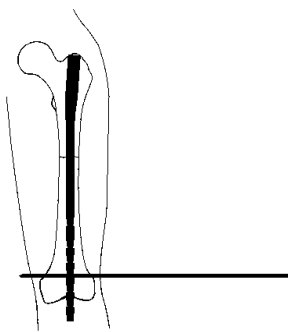

図1
- 1) 骨折部の整復後、ロングネイル用テンプレートを患者大腿皮膚面に置き、ロングネイルの長さを確認します。（図 1）